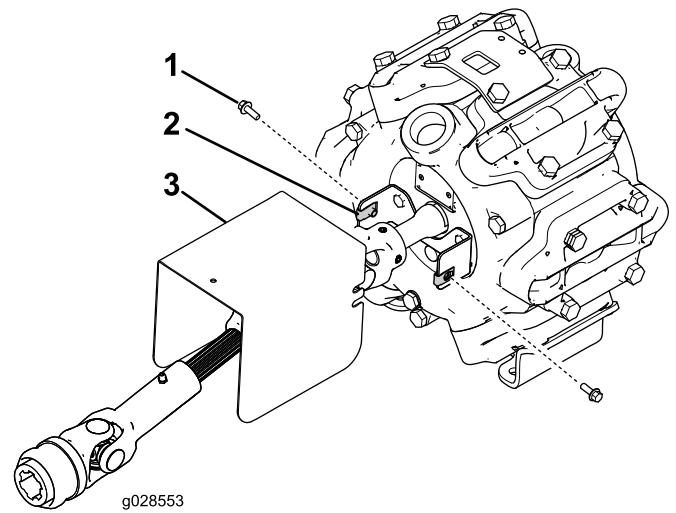

Figura 5
7. Installate la protezione dell'albero motore sulla staffa di supporto della protezione con 2 bulloni a testa flangiata (1/4 x 3/4 poll.) e 2 graffette (Figura 5).